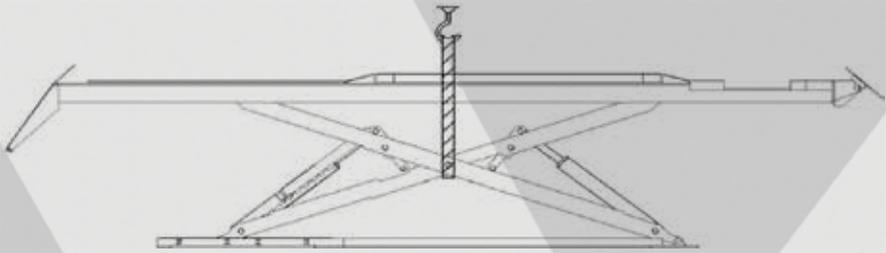

Abbildung 18
- Heben Sie die Plattform mit einem Gabelstapler oder anderen Hebezeugen auf ca. 1.000 mm an *Abbildung 18* und vergewissern Sie sich, dass die Sicherheitsmechanismen der Hebebühne eingeschaltet und verriegelt sind.